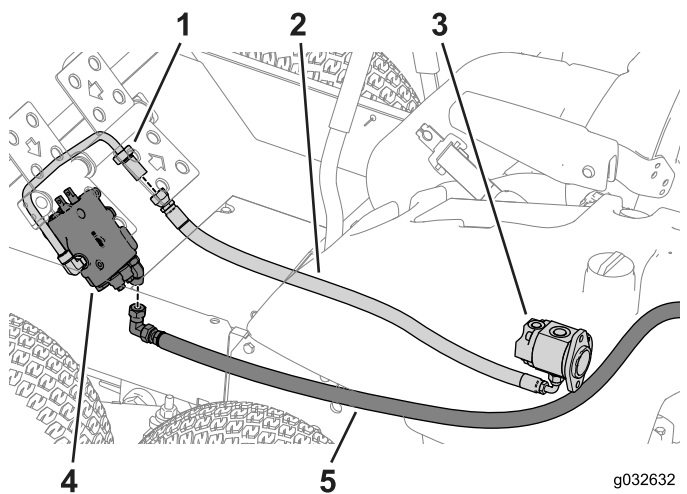

Figura 81
4. Enrute las mangueras hacia la parte delantera de la máquina (Figura 81).